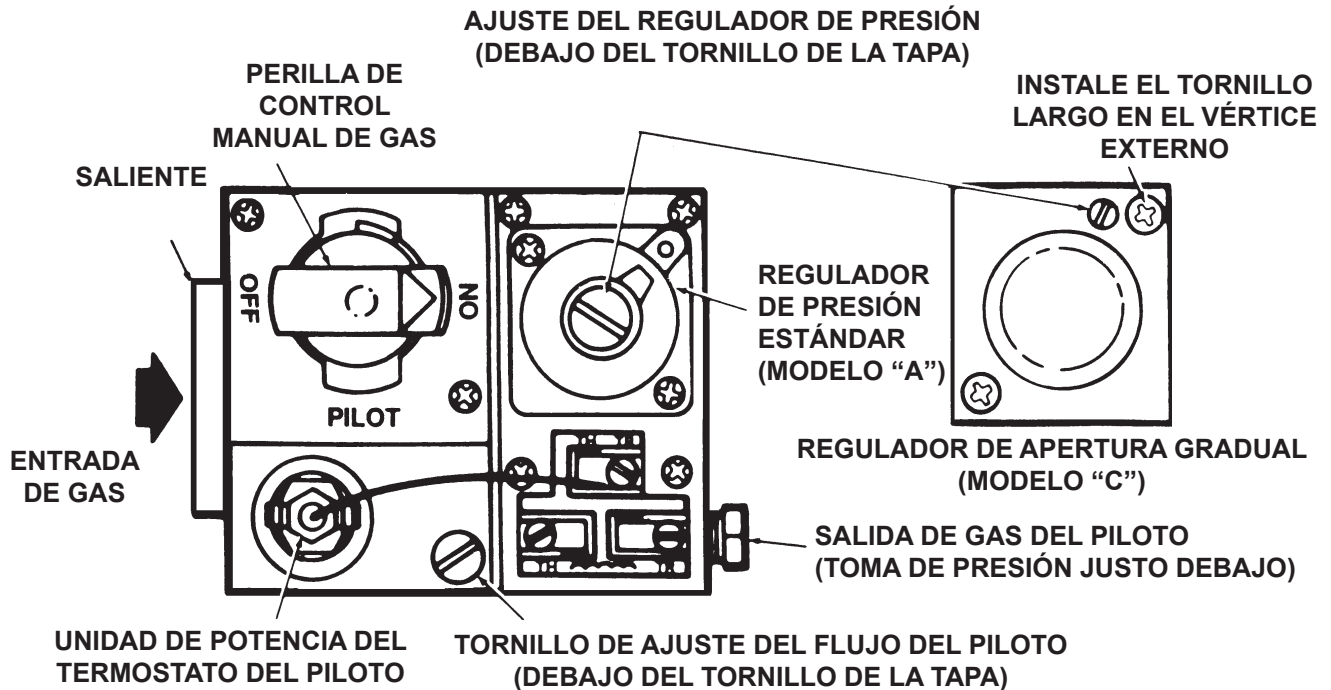

Figura 12. Vista superior del control de gas de capacidad estándar
- A. Retire el tornillo de ajuste de la tapa del piloto. Consulte la Figura 12.